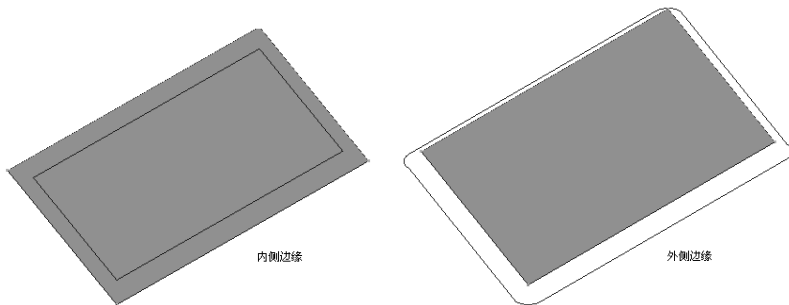

图 2-96 侧示意图
**【侧】**：用于确定轮廓刀具路径是在曲面外侧还是在内侧，该选项包括“外侧边缘”和“内侧边缘”2 个选项，如图 2-96 所示。